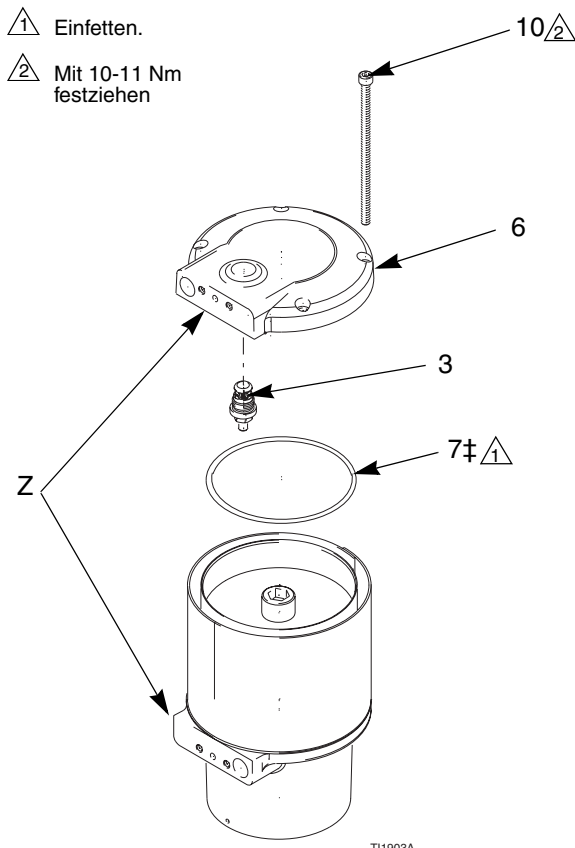

ABB. 8. Obere Abdeckung
3. Die Schrauben (10) entfernen. Obere Abdeckung (6) vom Luftmotor abnehmen. Abdeckung umdrehen und das Vorsteuerventil (3) entfernen. Den O-Ring (7) entfernen. Siehe ABB. 8.
5. Den O-Ring (7) und das Vorsteuerventil (3) an der Innenseite der oberen Abdeckung (6) installieren. Den O-Ring einfetten. Die obere Abdeckung (6) einbauen. Dabei sicherstellen, dass die Luftventilöffnung (Z) in dieselbe Richtung weist wie die Öffnung im Gehäuse. Die Schrauben (10) mit einem Drehmoment von 10-11 Nm festziehen. Siehe ABB. 8.